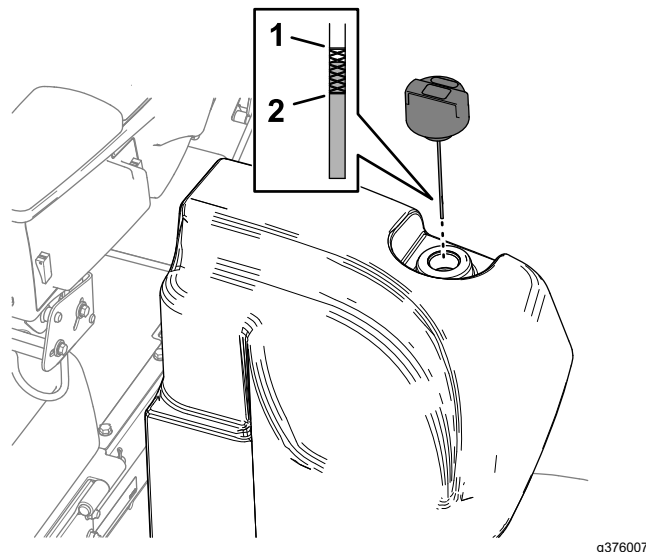

Figura 145
2. Curăță zona din jurul buonului și a capacului rezervorului de ulei hidraulic (Figura 145).